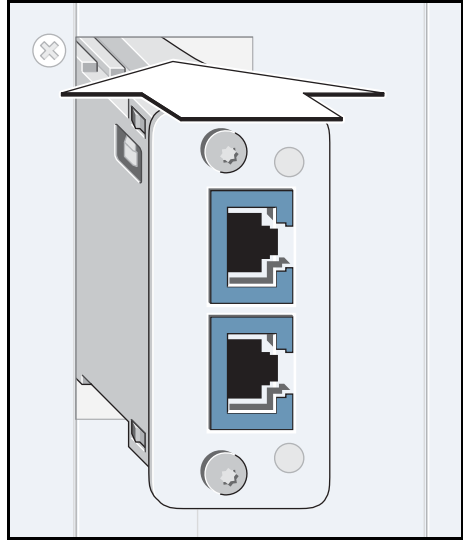

Abb. 2: Beispiel: Einstecken des Schnittstellenmoduls
2. Das Schnittstellenmodul IMecat in den vorgesehenen Steckplatz an der Systemkomponente bis zum Anschlag einstecken (Beispiel in Abb. 2).